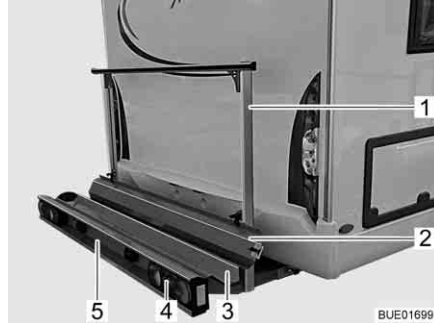
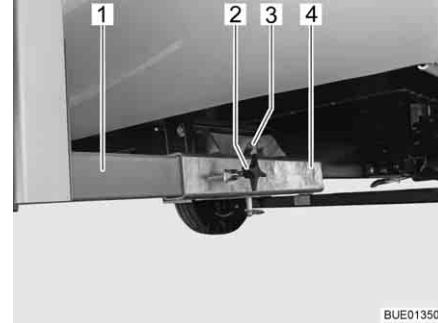

Fig. 6 Porte-charge
Fig. 7 Fixation sur le véhicule
Le porte-charge (Fig. 6) permet de transporter une moto ou un scooter d'un poids allant jusqu'à 130 kg.
- Réceptacle (Fig. 6,3) et étrier de fixation (Fig. 6,1) avec fixation sur le véhicule (Fig. 7)
- Feux arrières (Fig. 6,4)
- Éclairage plaque minéralogique (Fig. 6,5)
- Rail d'accès (Fig. 6,2)
Les deux longerons (Fig. 7,1) du porte-charge sont fixés avec des vis à garret (Fig. 7,2) sur les réceptions quatre pans (Fig. 7,4) situées sur le plancher du véhicule. Le porte-charge est bloqué par un boulon (Fig. 7,3) avec circlip.